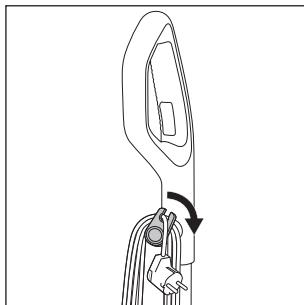

Fig. 16
- ♦ Desfășurați complet cablul de alimentare 17 de la suporturile superior și inferior de cablu 16/20. Pentru a desfășura rapid cablul de alimentare 17 de la suporturile de cablu 16/20 trageți puțin în afară suportul superior de cablu 16 și rotiți-l în jos (a se vedea fig. 16).